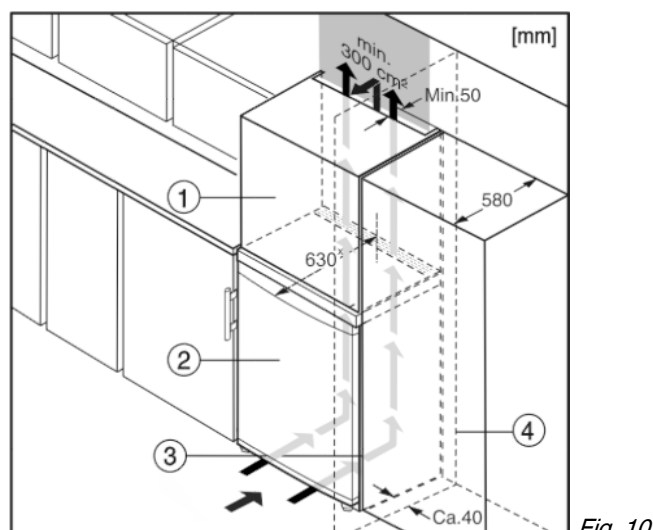

Fig. 10
Ierīci var iebūvēt virtuves skapjos. Lai salāgotu ierīci Fig. 10 (2) ar nišas augstumu, virs tās var ierīkot uzliekamu skapīti Fig. 10 (1).
Ja apkārt ierīcei ir virtuves skapji (dziļums nepārsniedz 580 mm) ierīci var novietot tieši blakus virtuves skapim Fig. 10 (3). Ierīce attiecībā pret virtuves skapi ir izvirzīta par 34 mm\* korpusa sānu malās un par 50 mm\* korpusa vidusdaļā.
Ja ierīce ar šarnīriem tiek uzstādīta blakus sienai Fig. 10 (4), attālumam starp ierīci un sienu ir jābūt vismaz 40 mm. Tas atbilst atlikušajam attālumam līdz rokturim pie atvērtām durvīm.